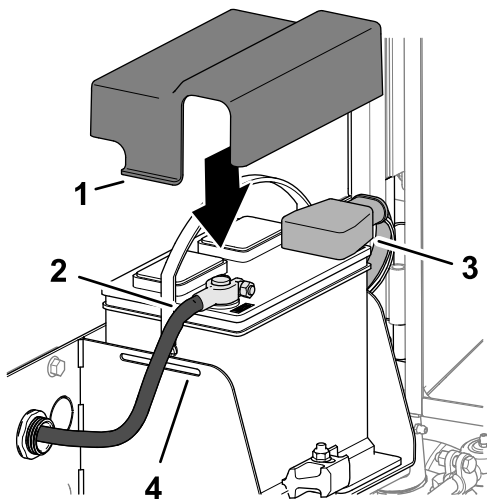

Bild 98
1. Schließen Sie das Pluskabel des Akkus am Pluspol des Akkus an (Bild 98).